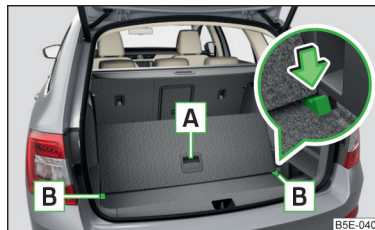

Fig. 143 Division du coffre à bagages avec plancher de chargement variable
- › Pour diviser le plancher de chargement variable, soulevez la poignée [A] et insérez le bord arrière du plancher de chargement variable dans les rainures [B] dans le sens de la flèche » fig. 143.